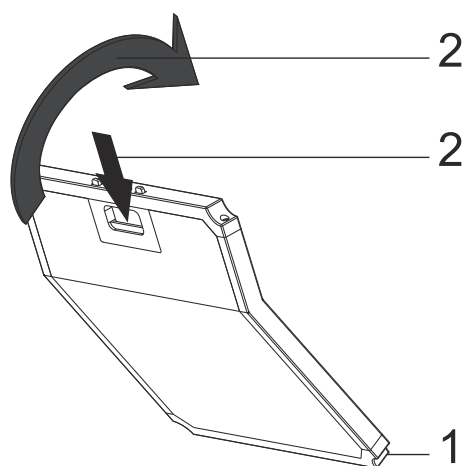

Fig. 5: FILTRO A CARBONI
- 1-Collocare la parte bassa del filtro a carboni attivi sul mobiletto del motore.Fig. 5
- 2-Premere la linguetta del filtro a carboni attivi e premerla in avanti, quindi verificare che le linguette del filtro a carboni attivi siano innestate e bloccate.Fig. 5